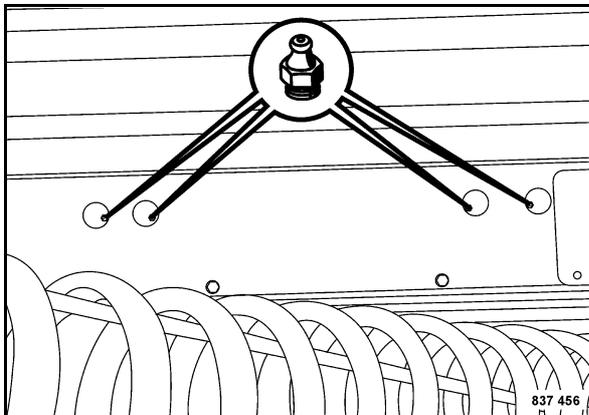

Fig. 152
- Pulire i nippoli ingrassatori della barra costipazione parte mobile (Fig. 152).